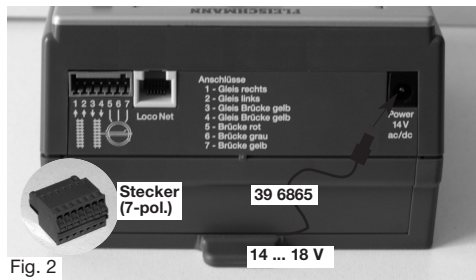

Fig. 2
Alle **Anschlüsse** des *TURN-CONTROL* finden Sie auf der Geräterückseite (Fig. 2).
- Die Stromversorgung erfolgt über das mitgelieferte Anschlusskabel 39 6865 an FLEISCHMANN-Trafos 6706, 6735, 6755 oder 6811, oder an einen Trafo mit 14-16,5 V Ausgangsspannung (Gleich- oder Wechselstrom), siehe Fig. 2.
- Gleisanschluss und Drehscheibenanschluss werden über den 7-poligen Stecker hergestellt, Anschlussbelegung siehe oben (Fig. 2) oder
Stecken Sie zunächst den 7-poligen Klemmstecker in seine Buchse am *TURN-CONTROL*-Gerät ein. An den mitgelieferten 7-poligen Klemmstecker schließen Sie die Anschlusskabel an (s. Fig. 2).
Gleichstromausgang 14-16,5 V des Trafos an. Dies kann z. B. die schwarze und weiße Schnellklemme des Wechselstromanschlusses am Trafo 6735 sein. Den Rundstecker am anderen Ende des Kabels stecken Sie nun am **TURN-CONTROL** Gerät in die runde Buchse mit der Bezeichnung „Power 14 V ac/dc“ (Fig. 2).